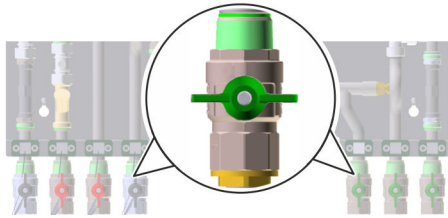

Abb. 28: Kugelhähne geschlossen
- Die Kugelhähne (Abb. 28) sind geschlossen.